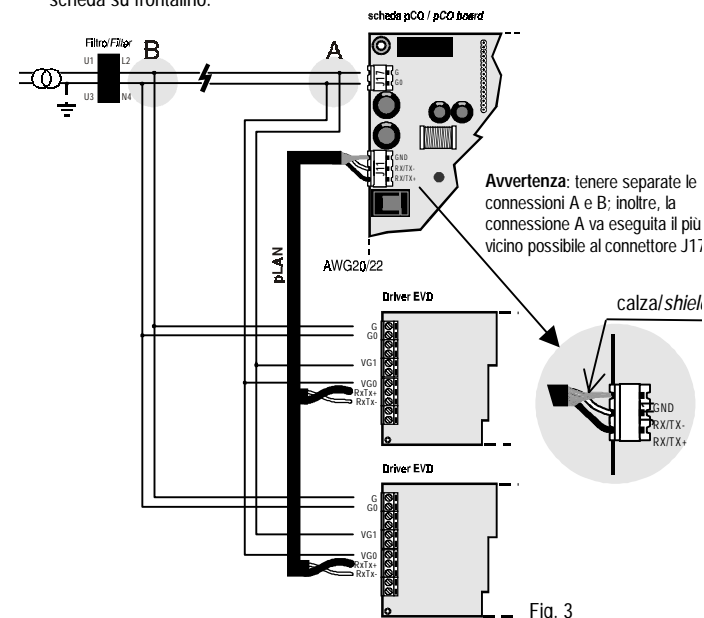

Fig. 3
**AVVERTENZA:** per garantire il rispetto delle Normative sulla compatibilità elettromagnetica si consiglia di tenere il cavo di collegamento della valvola più corto possibile e separato dagli altri cavi. Utilizzare due tori di ferrite (cod. 0907858AXX - impedenza max di almeno 400 Ω tra 10÷500 MHz), uno sul cavo di pilotaggio della valvola e uno sui cavi adiacenti (Fig. 4). Per ogni impianto si consiglia inoltre di utilizzare un filtro rete (cod. 0907930AXX) (Fig. 3) del tipo indicato in Fig. 5. Il rispetto delle Normative va verificato sull'installazione completa.